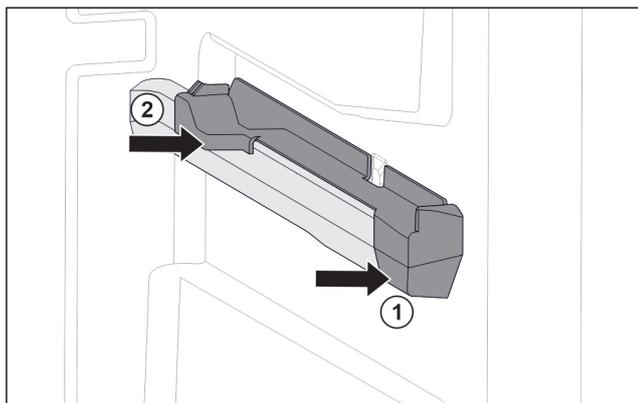

Fig. 42 Násuvný diel na pravom rebré nádoby
- ▶ Nasadte násuvný diel vpredu na rebro nádoby. Fig. 42 (1)
- ▶ Pritlačte násuvný diel vzadu. Fig. 42 (2)